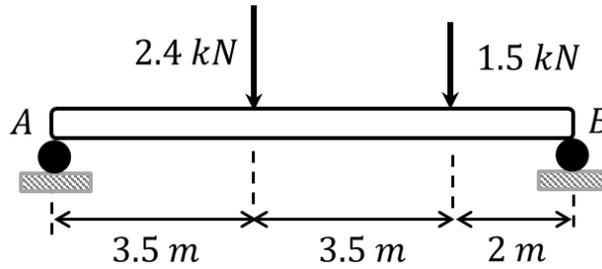

Fig. 8.19.
8.7.- Una viga está montada sobre dos soportes A y B como muestra la Fig. 8.19 y está sometida a dos cargas puntuales, una de 2.4 (kN) y otra de 1.5 (kN). Calcule los diagramas de fuerza cortante y torque flector para la viga.